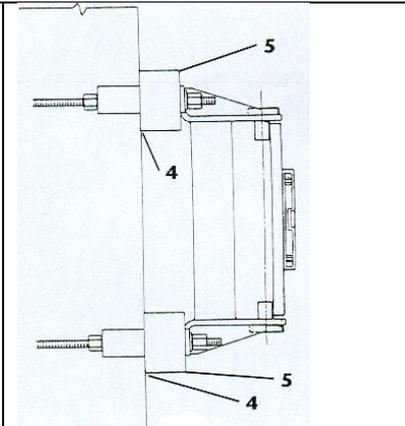

fig. 41
- d. La perfetta messa a piombo si ottiene, se necessario, inserendo opportuni spessori **4** (non facenti parte della fornitura), sotto le staffe anteriori **5** (fig. 41).